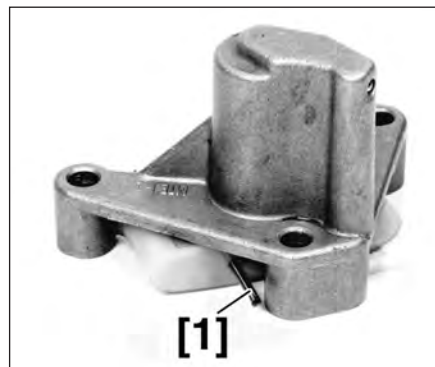

FIG.80
- Piger le tendeur de chaîne avec l'outil [1] (Fig.80).